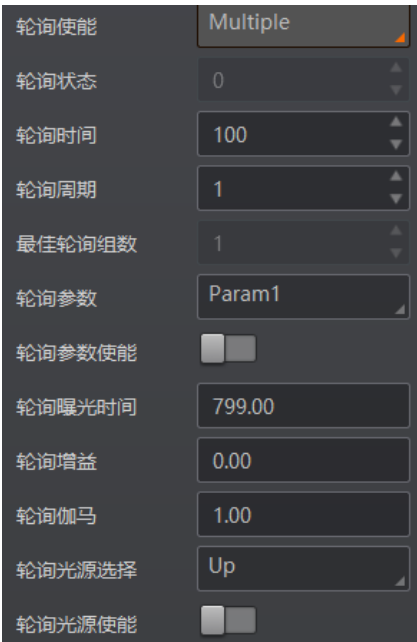

图3-16 多组参数轮询模式
2. 通过轮询时间和轮询周期参数设置轮询持续时间及轮询周期，如图 3-16 所示。参数具体含义如下，：